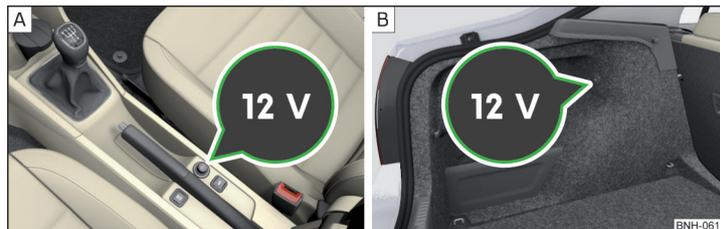

Fig. 92 Cubierta del enchufe de 12 voltios: en la consola central delantera / en el maletero
- Para el uso, retirar la tapa del enchufe » fig. 92 - [A] o abrir la tapa del enchufe » fig. 92 - [B].